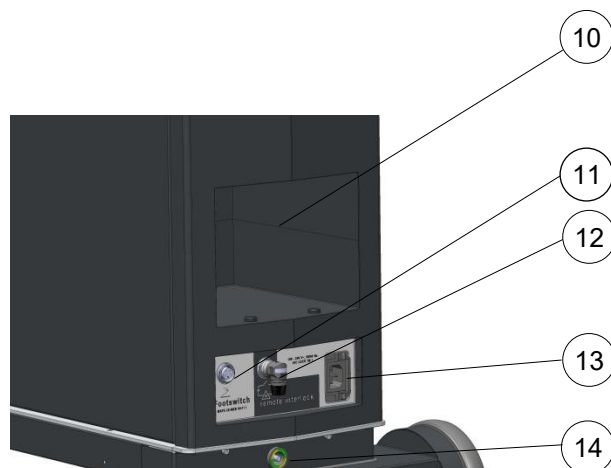

Fig. 3-2: Vedere din spate
- Pentru a separa consola laser ELIOS de rețea, deconectați conectorul de alimentare de la dispozitiv (Fig. 3-2).
- Consola laser ELIOS trebuie aranjată astfel încât să permită scoaterea conectorului de alimentare de pe dispozitiv în orice moment (Fig. 3-2).
Pedala trebuie să fie conectată la conectorul pentru pedală (a se vedea Fig. 3-2). Comutatorul cu pedală este utilizat pentru a declanșa emisia laser. Acționarea comutatorului cu pedală activează emisia laser. Imediat ce se eliberează comutatorul cu pedală, emisia laser este întreruptă.
Consola laser ELIOS este echipată cu un conector pentru egalizarea potențialului electric (a se vedea Fig. 3-2). Conexiunea la o egalizare suplimentară a potențialului electric poate fi realizată prin utilizarea unui cablu de egalizare a potențialului.
Consola laser ELIOS este echipată cu un conector pentru o interblocare la distanță, de exemplu un contact de ușă (a se vedea Fig. 3-2). Dacă contactele conectorului sunt deschise, atunci emisia laser este întreruptă. Informații suplimentare privind conectarea unui dispozitiv de blocare la distanță la consola laser ELIOS pot fi obținute de la MLase sau de la un partener de service autorizat.